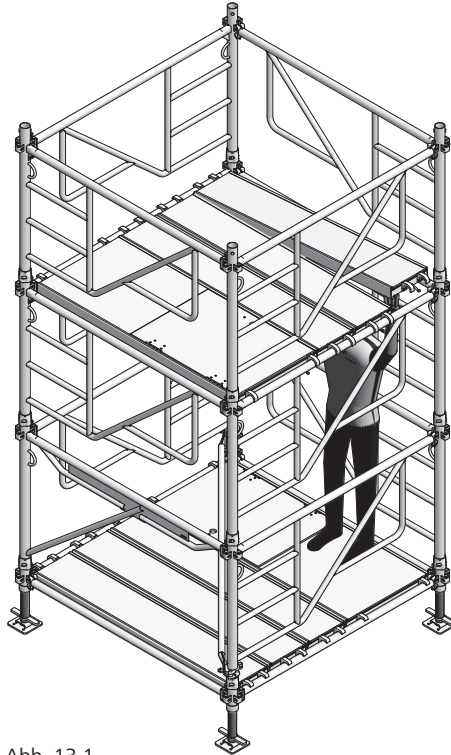

Abb. 13.1
17. Gerüstbeläge aus Ebene 1 in Ebene 2 einbauen (Abb.13.1).